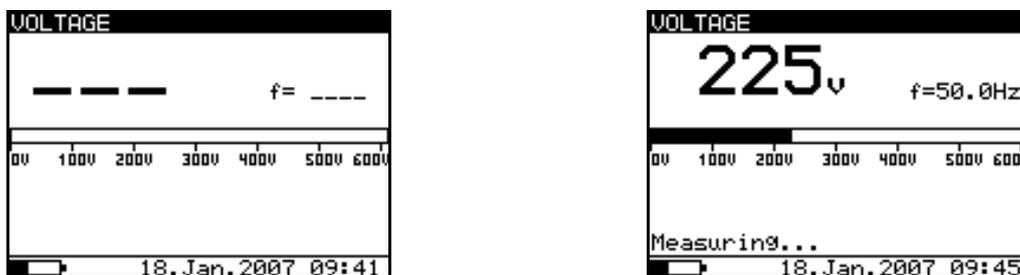

Abb. 9. Anzeigezustände der Funktion VOLTAGE (Spannung)
Mit der Wahl der Funktion VOLTAGE (Spannung) werden die folgenden Zustände angezeigt (Anfangszustand und Zustand mit Ergebnissen nach Abschluss der Messung, siehe **Abb. 9**).
- Das Ergebnis (siehe rechtes Bild in **Abb. 9**) kann optional durch zweimaliges Drücken der **MEM**-Taste gespeichert werden, siehe Kapitel 6.1: Speichern, Laden und Löschen.